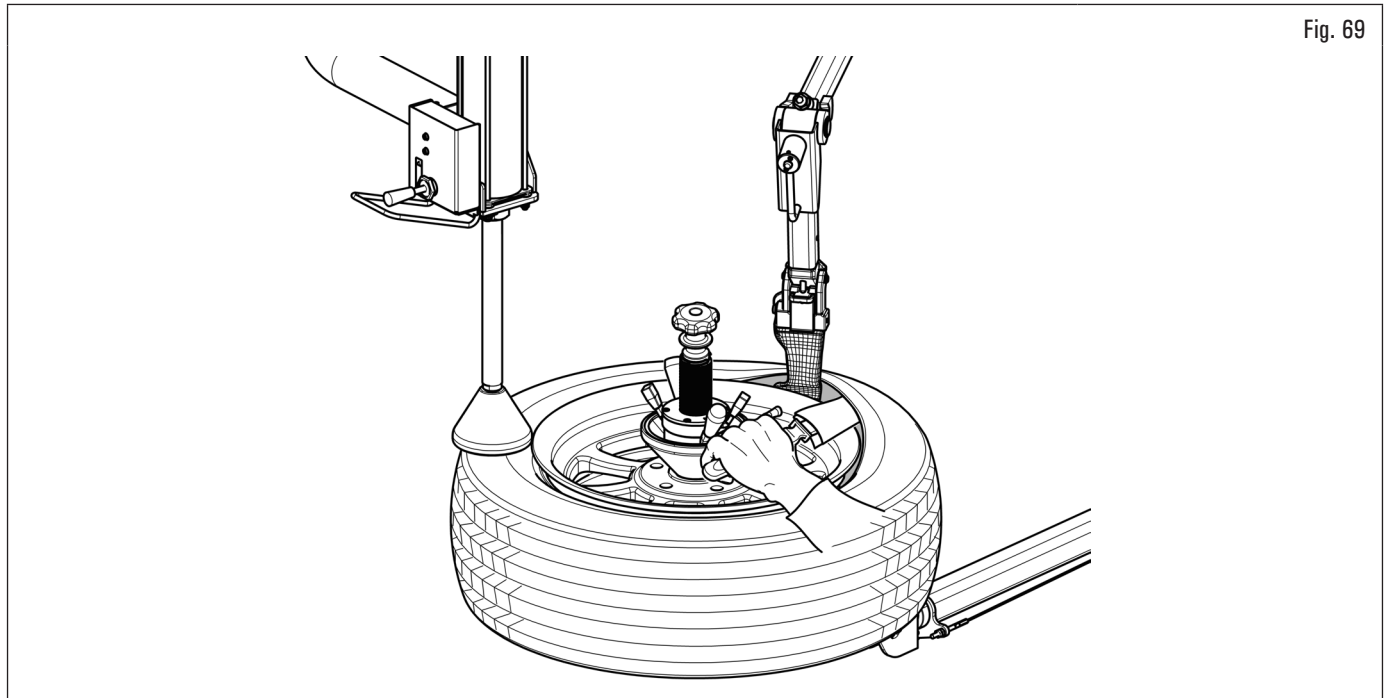

Fig. 69
6. inserire l'utensile di protezione del tallone (optional) insieme alle pellicole (optional) tra il tallone dello pneumatico e il cerchio e bloccare con la mano l'utensile di protezione. Premere il pedale di rotazione e smontare il primo tallone dello pneumatico (vedi Fig. 69);